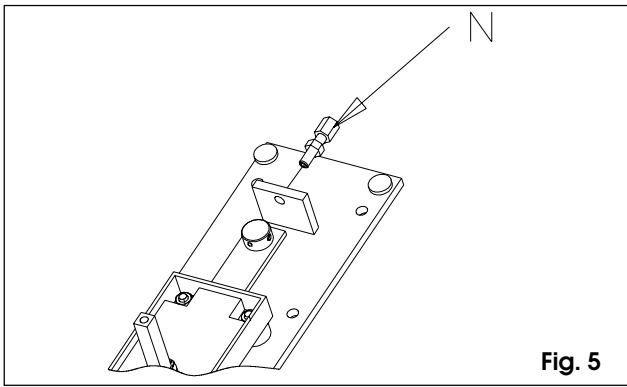

Fig. 5
- 5) Avvitare il registro **N** nell'apposito foro, Fig.5.
- 5) Screw adjuster **N** in the appropriate hole, Fig.5.
- 5) Visser le dispositif de réglage N dans le trou spécifique, Fig.5.
- 5) Atornille el registro N en el correspondiente orificio, Fig.5.
- 5) Die Einstellschraube N in der entsprechenden Öffnung festschrauben, Abb. 5.